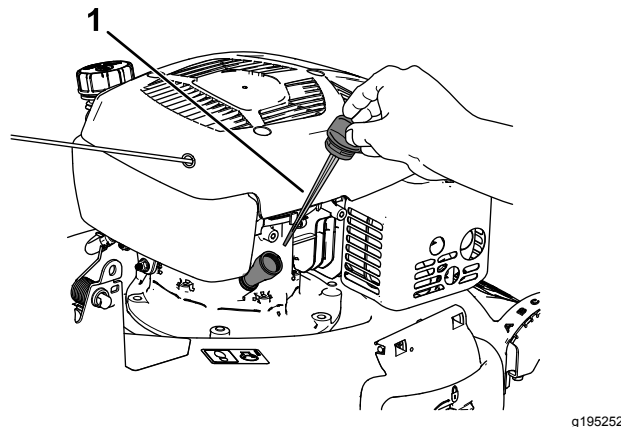

図 31
3. キャップを左に回してディップスティックを抜き取る 図 31。
4. エアフィルタが下になるように機体を横に傾けて、エンジンオイル補給口からエンジンオイルを抜く 図 31。